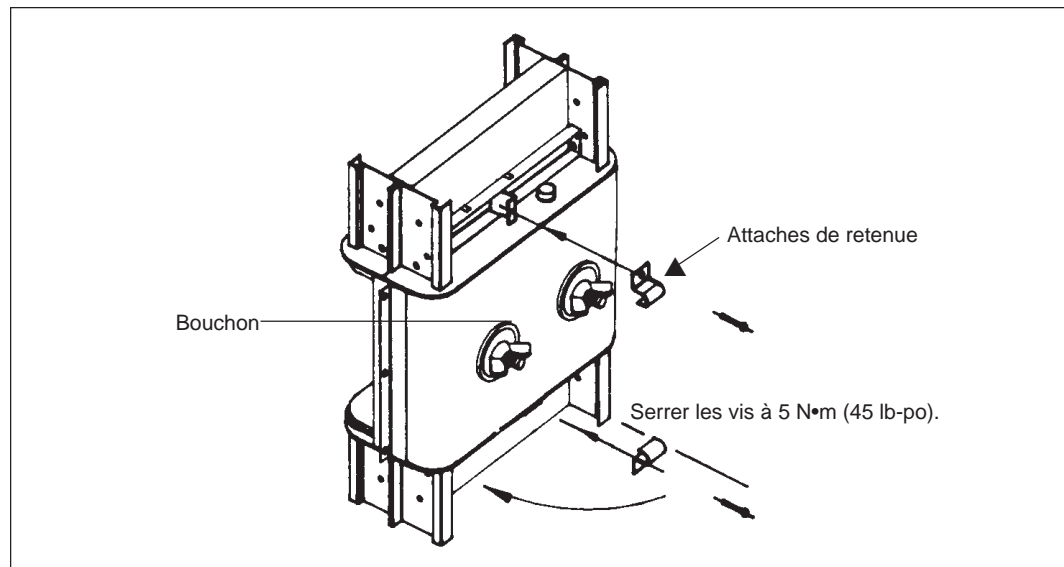

Figure 25
7. Installer les attaches de retenue si nécessaire. Les attaches ne sont pas nécessaires si le couvercle inférieur n'a qu'un trou (figure 25).